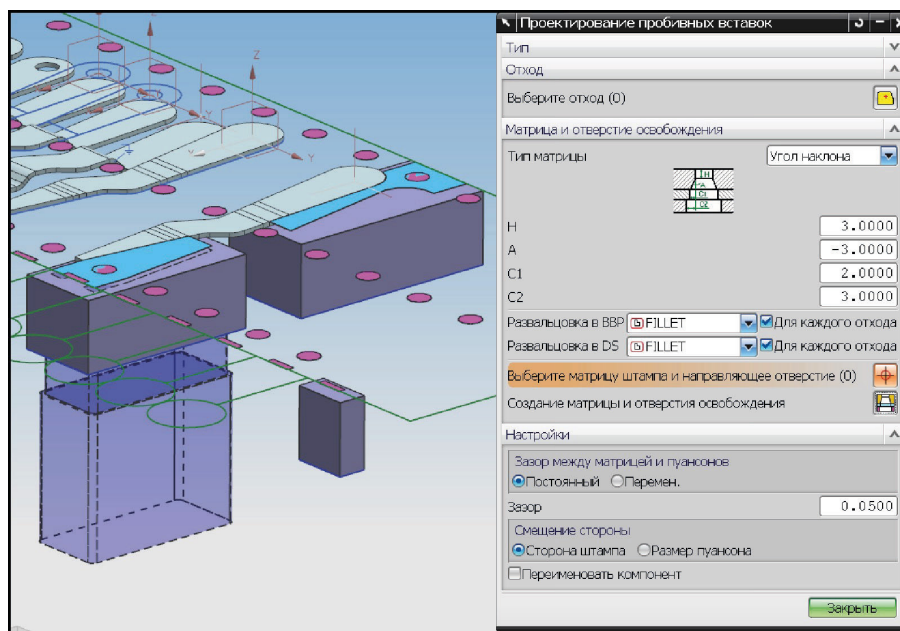

Рис. 8.22. Вид матрицы и отверстия освобождения
8. Нажмите кнопку **Создание матрицы и отверстия освобождения**. Результат представлен на рис. 8.22.